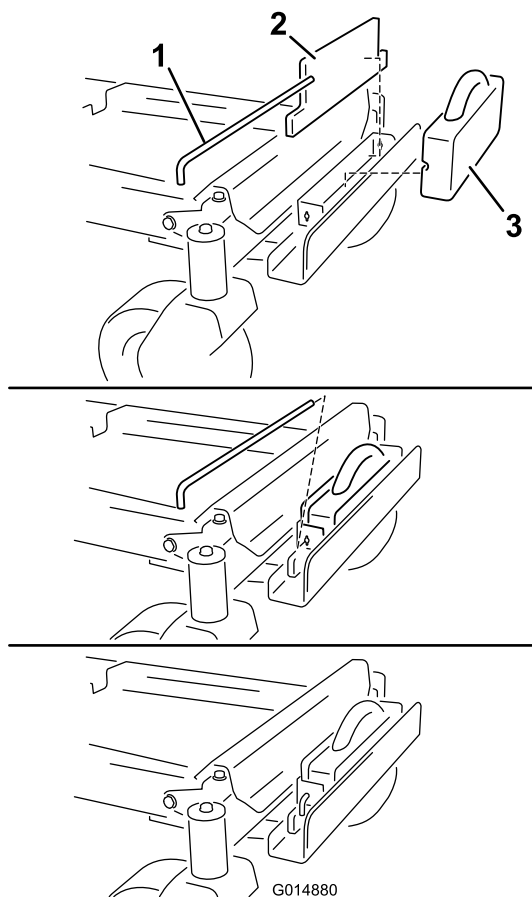

Bild 9
8. Befestigen Sie einen flachen Ballast an der Ballasthalterung und bewegen diese nach hinten, bündig mit der Halterung (Bild 9).
9. Befestigen Sie einen Kofferballast vor dem flachen Ballast (Bild 9).
10. Befestigen Sie den Ballast mit einer verkeilten Querstange an der Ballasthalterung (Bild 9). Setzen Sie die Stange ein und drehen Sie um 90 Grad nach unten, um sie zu arretieren.